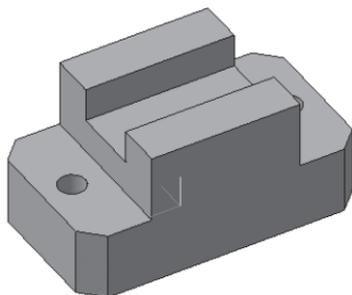

Рис. 203
-  – создайте объект (рис. 203).